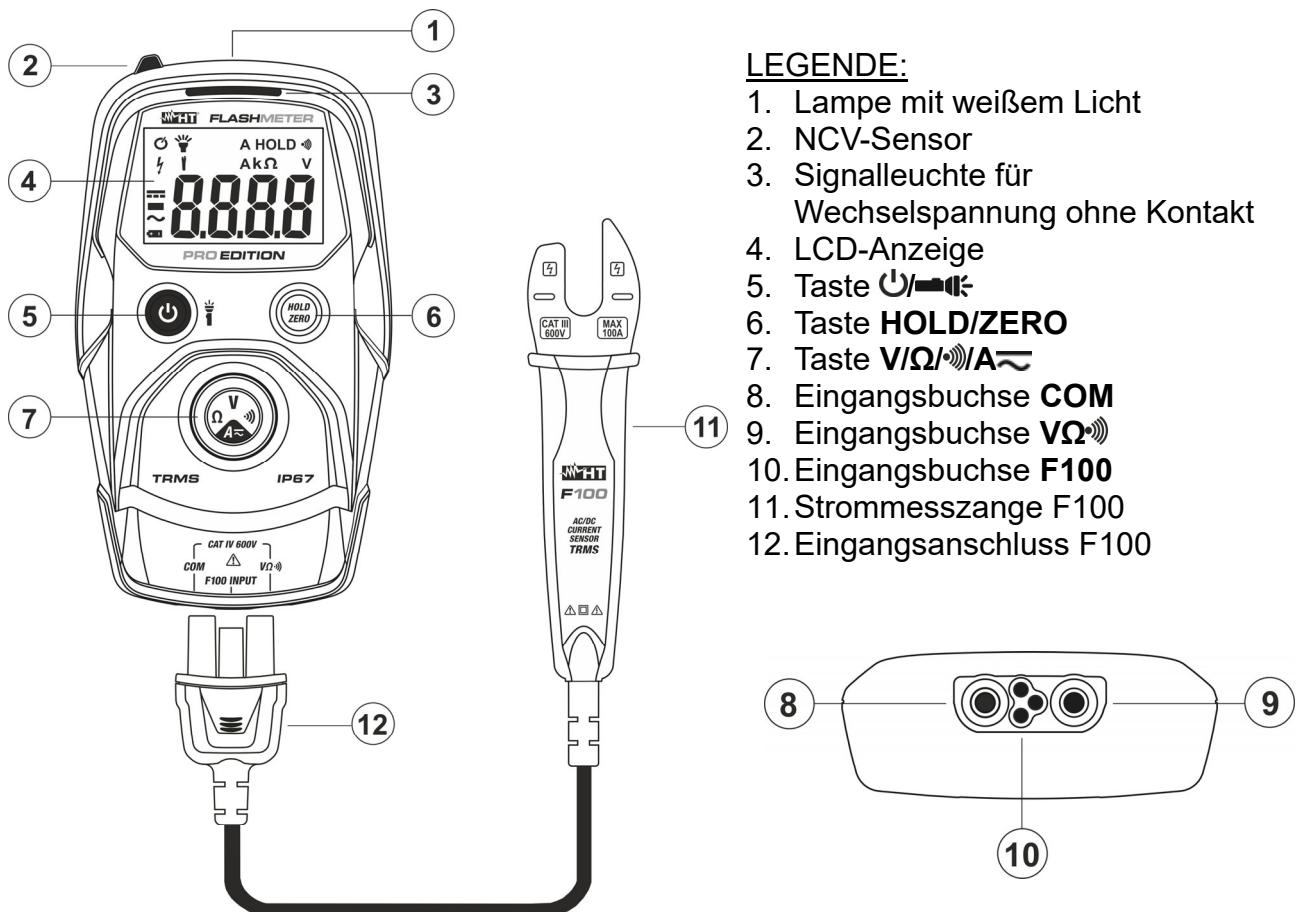

Abb. 1: Beschreibung des Geräts
Drücken sie die Taste , um das Gerät einzuschalten. Drücken und halten Sie die  Taste für ca. 1 Sekunde, um das Gerät auszuschalten. Drücken Sie bei eingeschaltetem Gerät die Taste , um die integrierte Weißlichtlampe zu aktivieren/deaktivieren (siehe Abb. 1 - Teil 1). Auf dem Display wird das Symbol “
Das Gerät ermöglicht die Ermittlung von Wechselspannung ohne Kontakt durch den NCV-Sensor auf der Oberseite des Geräts (siehe Abb. 1 – Teil 2).
3. Das Einschalten der roten Signalleuchte (siehe Abb. 1 – Teil 3) zeigt, dass Wechselspannung vorhanden ist.
- Stecken Sie den Eingangsanschluss von F100 Zange (siehe Abb. 1 - Teil 12) in die Eingangsklemmen **COM**, **VΩ** und **F100**. Das Gerät zeigt eine Anzeige, die automatisch die AC-Strommessung auswählt (\sim)